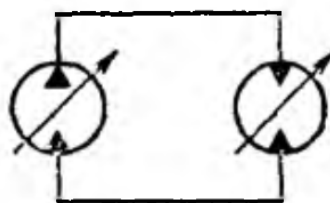

Рис. 2.
3. Установите правильную последовательность регулирования скорости выходного звена гидропривода, при постепенном её увеличении от нуля до максимального значения, при объёмном способе регулирования с использованием регулируемого насоса и регулируемого гидромотора (рис. 2).